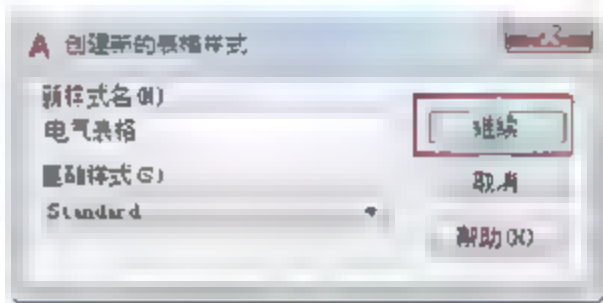

图10-53 设置样式名称
**03** 在【创建新的表格样式】对话框中设置新样式的名称为【电气表格】，如图10-53所示。